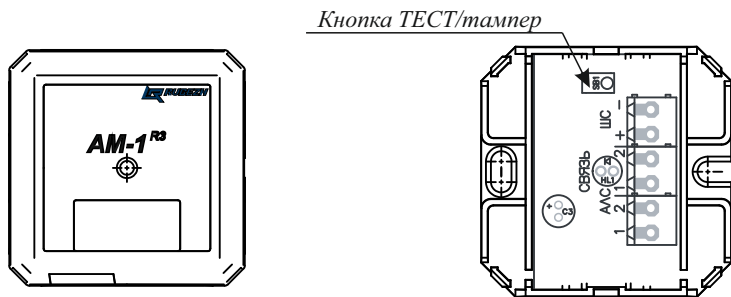

Рисунок 1- Метка адресная АМ-1 прот. R3
5.2 Адресная метка представляет собой конструкцию (рисунок 1), состоящую из корпуса, внутри которого размещена плата с радиоэлементами, обеспечивающая обработку сигналов со шлейфа сигнализации. На плате установлены клеммные контакты для подключения адресной метки к АЛС и для подключения шлейфа сигнализации (ШС).